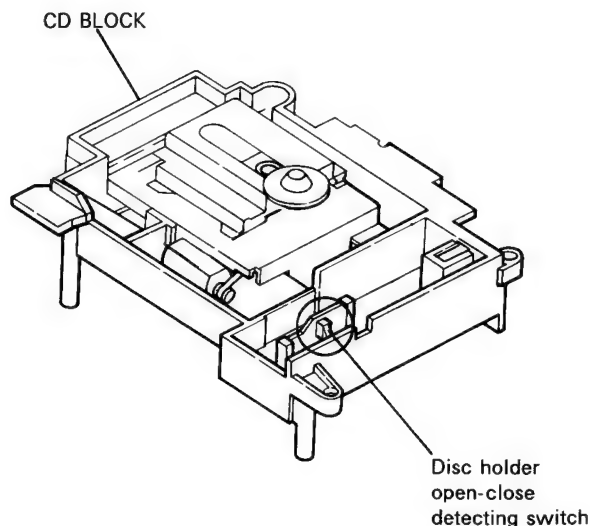

Figure 18-2
Caution: The above-mentioned TEST Mode cannot be set unless the CD cover open-close switch is set to ON. (Refer to Fig. 18-2)
Vorsicht: Die oben beschriebene TEST-Betriebsart kann nicht eingestellt werden, außer wenn der CD-Fachdeckel-Öffnen/Schließen-Schalter eingeschaltet ist (ON). (Siehe Abb. 18-2)
Attention: Le mode d'essai ci-dessus n'est réalisable que lorsque le commutateur d'ouverture/fermeture de couvercle CD se trouve sur ON. (Voir Fig. 18-2)